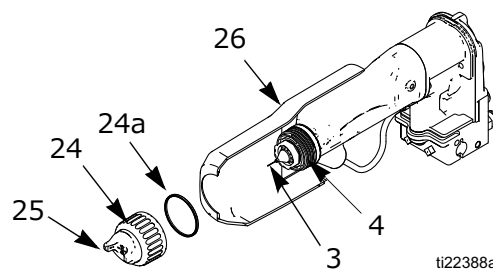

図 12. エアキャップおよび液体ノズルの清掃
2. エアキャップアセンブリ (24、25) とシュラウド (26) を取り外します。図 12 を参照してください。
3. 溶剤で湿らせた布で、ガンの液体ノズル (4) をきれいに拭きます。溶剤がエアの経路に入らないようにしてください。ガンの清掃は、可能な場合は常に下を向けて行ってください。
4. 液体ノズル (4) のエア経路に塗料が存在すると思われる場合には、サービス作業を行うためにガンをラインから外してください。清掃や交換のために液体ノズルを取り外す方法については、**エアキャップと塗料ノズルの交換** ページ 30 を参照してください。
5. 柔らかな獣毛ブラシと溶剤を使ってエアキャップ (25) を清掃するか、適切な溶剤にエアキャップを浸して、布で拭いて清掃します。金属製の工具は使用しないでください。
6. シュラウド (26) をガン側にスライドします。
7. 注意しながらエアキャップ (25) を取り付けます。電極 (3) はエアキャップの中央の穴を通してください。エアキャップを回して希望の場所に移動します。
8. U カップ (24a) がリテーナング (24) の所定位置に取り付けられていることを確認してください。リップは前に向ける必要があります。エアキャップが所定位置にしっかりと固定されるまでリテーナリングを締めます；手でエアキャップホーンを回すことができない程度まで締めてください。